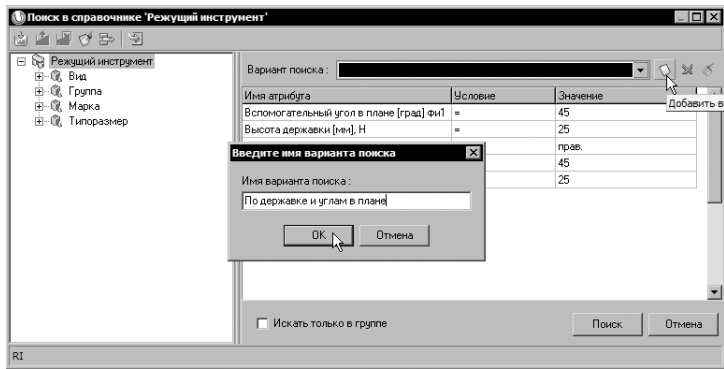

Рисунок 47
- 9) Нажмите на кнопку **Добавить вариант поиска** и введите во вновь открывшемся окне название варианта *По державке и углам в плане* (рис. 47). Вновь наполните список критериев так, как это было сделано выше.